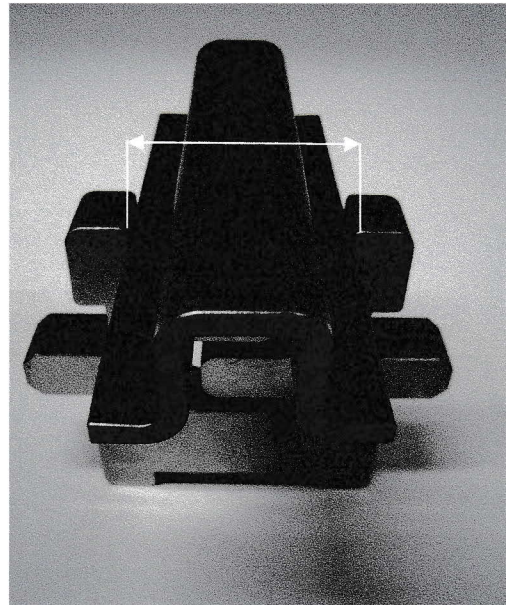

Bild Nr.3 Ermitteln Größt-/ Kleinstmaß, Außenmaß.
- Bild Nr.3:** Größtmaß- Außenmaß (GR). Die Lehre muss das Profil umschließen.
- Bild Nr.3:** Kleinstmaß- Außenmaß (KL). Die Lehre darf das Profil nicht umschließen.